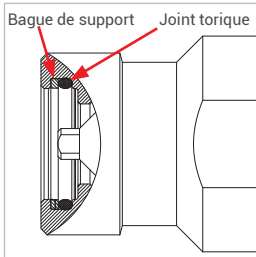

Figure 7
- ▶ Avant d'installer l'insert d'about (pos. 7), vérifiez que les deux composants d'étanchéité (joint torique et bague de support, *Figure 7*) respectent l'ordre de montage, sont bien positionnés et intacts.
- ▶ S'il existe, passez l'insert d'about (pos. 7), avec le flexible de remplissage monté, par le tube de guidage (pos. 9) du support de fixation.